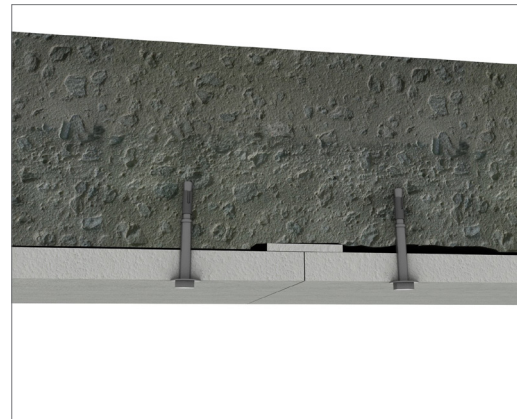

Figura 7: Si el nivel de irregularidad del hormigón crece.
- Para rellenar estas irregularidades del hormigón, se deben colocar unas cuñas Passivetec® del espesor apropiado, como se indica en la Figura 7.
- Si el escalón excede los 3 mm, las cuñas pueden utilizarse como se indica en Figura 7.